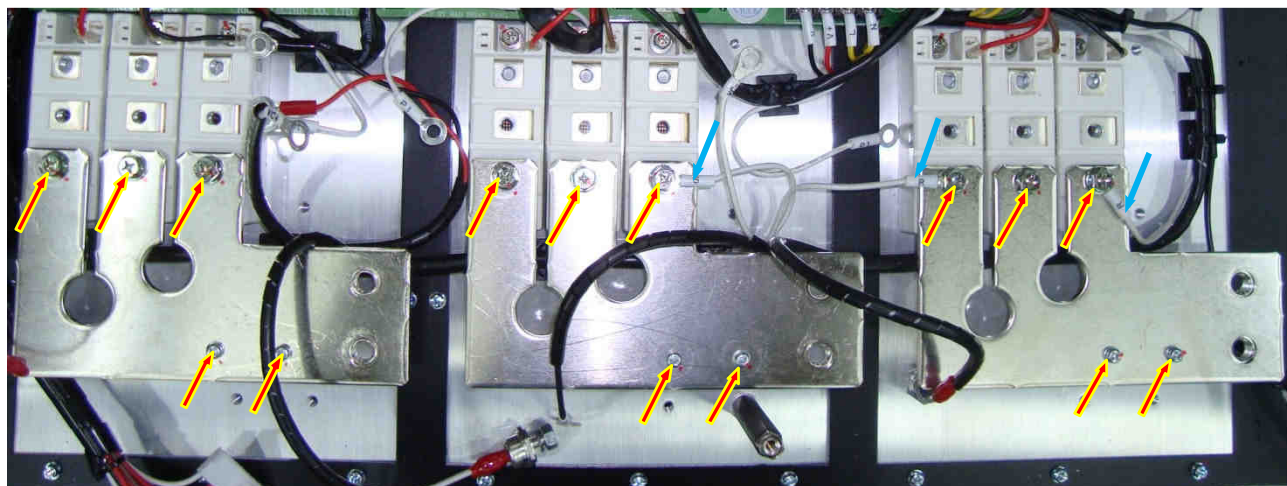

Рис. 7.7.
7.3.5. Установить объединительные шины «R», «S», «Т» на выводы «1» диодно-тиристорных модулей и изоляционные стойки. Закрепить шины винтами (рис. 7.7 стрелки красного цвета).